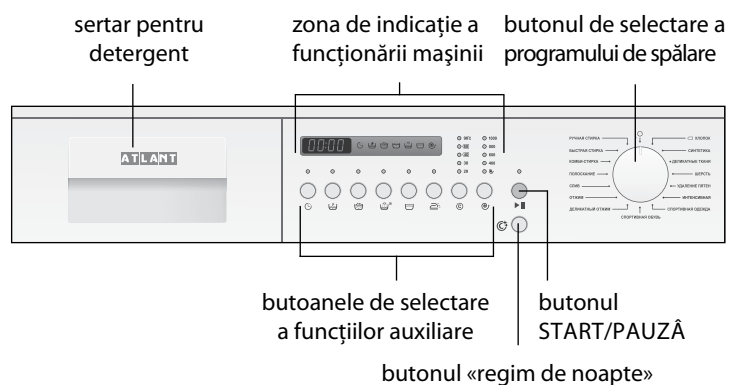

Figura 1 – Panoul de comandă
**1.1.1** Elementele de comandă a mașinii sunt prezentate în figura 1. Butonul de selectare a programului (în continuare numit - Selector), butonul ►|| (START/PAUZĂ), butonul de regim de noapte ☾, și denumirile butoanelor de selectare a funcțiilor auxiliare sunt prezentate în figurile 2, 3.